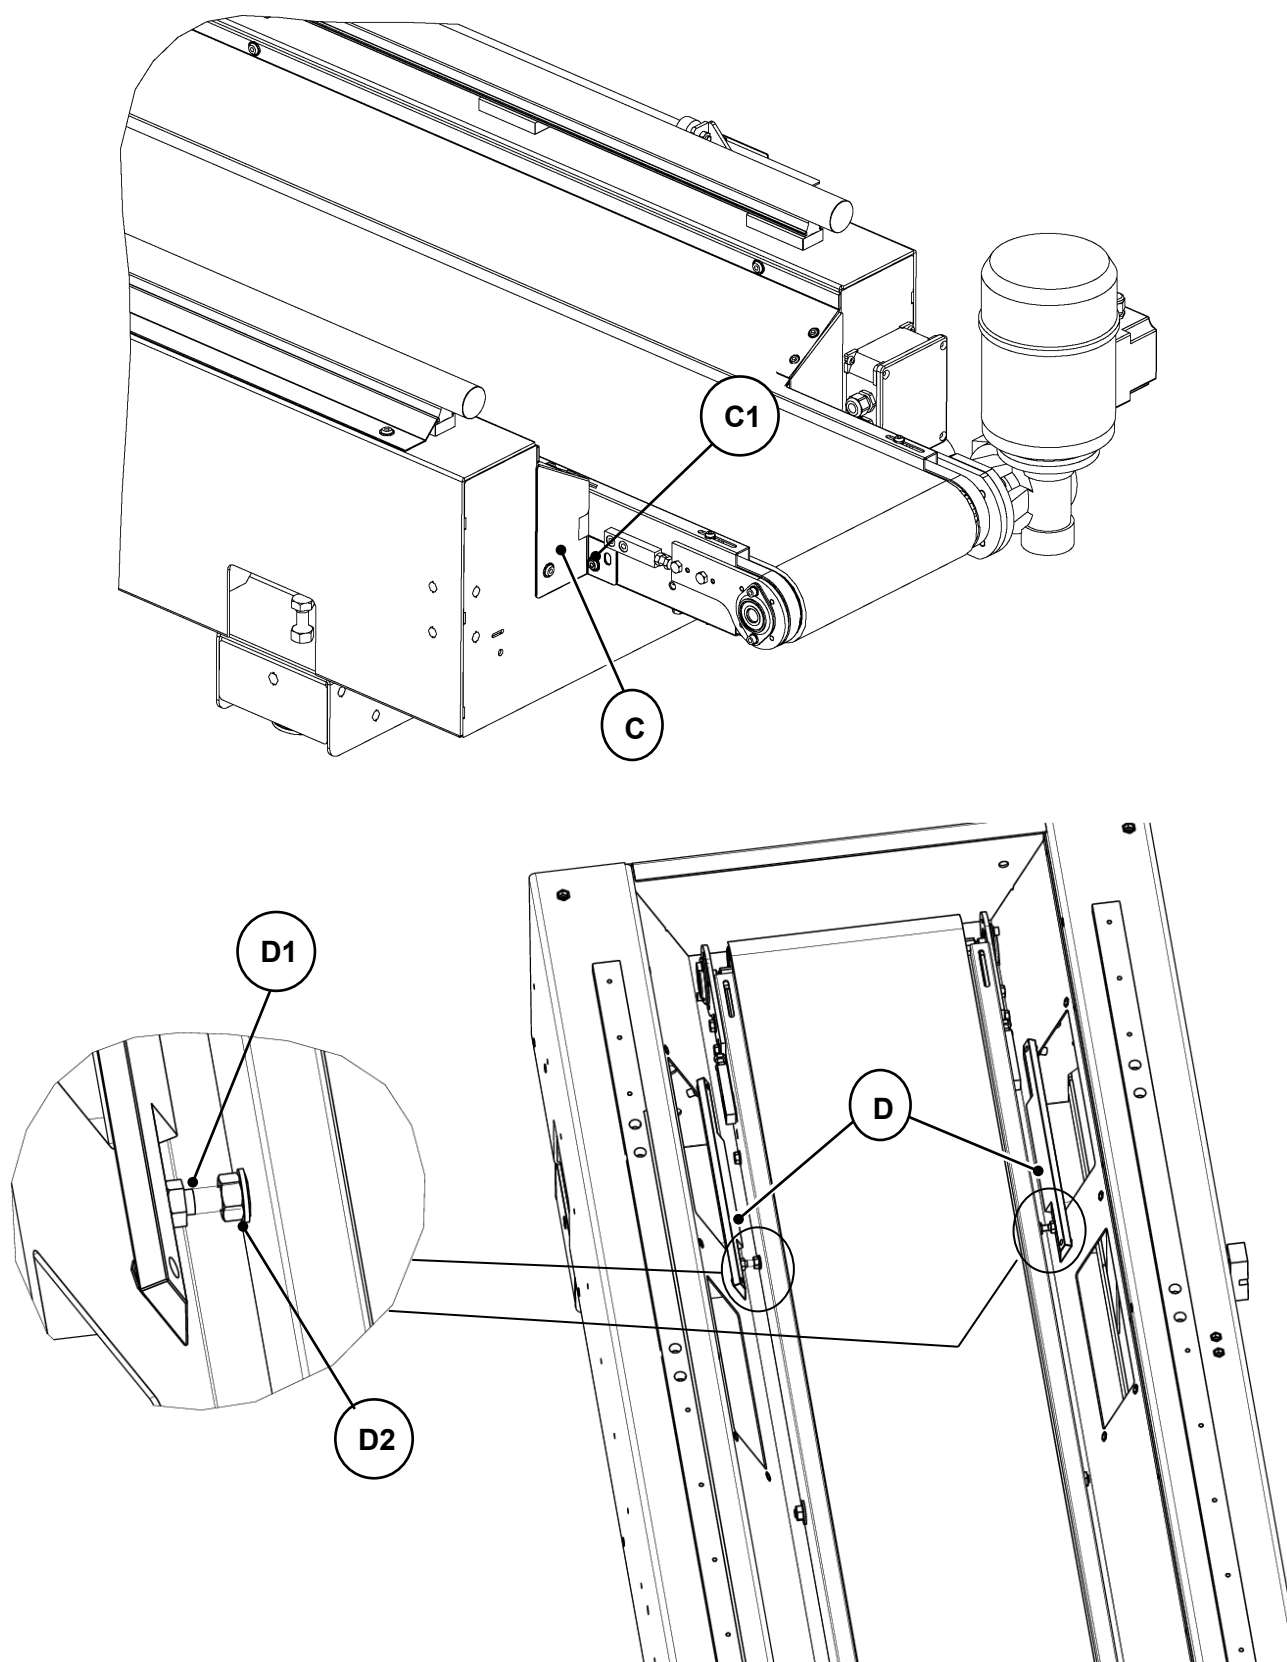

Fig. 09-20
- Remover o parafuso de fixação “C1” da placa “C” à correia (1 para cada lado) (Fig. 09-20).
- Remover a correia transportadora da base da máquina, atuando nos parafusos de ajuste “D1” dos 2 suportes “D” (1 para cada lado) (Fig. 09-20): as porcas “D2” dos parafusos de ajuste devem ser afrouxadas de forma a poder apertar os parafusos “D1” da correia, deixando o espaço necessário para sua remoção.